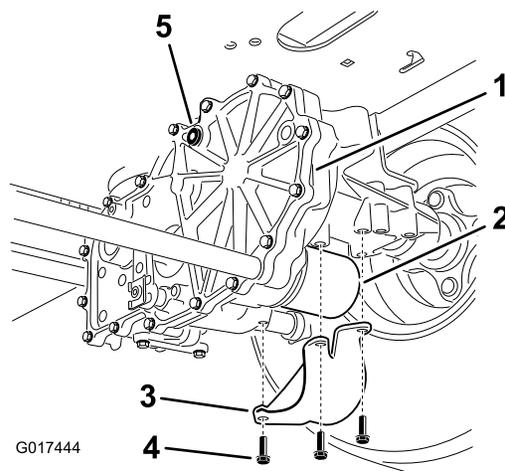

図 72
4. 各トランスアクスル駆動システムにあるフィルタとガードを探し出す 図 72。
5. フィルタガードとガードを固定しているねじ3本を外す 図 72。